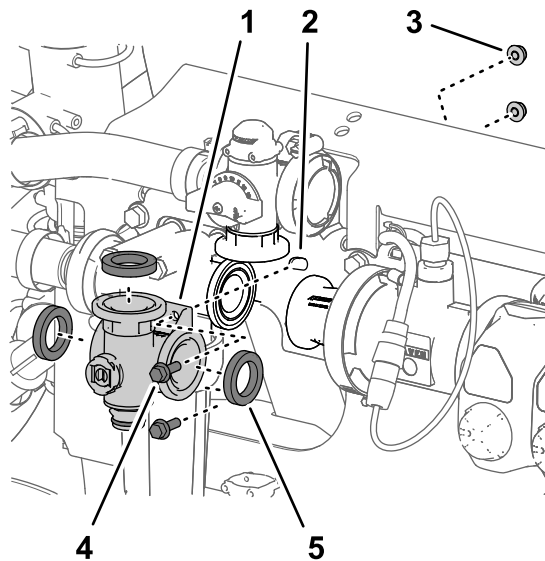

Figure 115
- Retirez les 2 boulons à embase ($\frac{1}{4} \times \frac{3}{4}$ po) et les 2 contre-écrous à embase ($\frac{1}{4}$ po) qui fixent le collecteur de vanne d'agitation au support de vanne (Figure 115).
- Déposez le collecteur de vanne d'agitation et les joints de la machine (Figure 115).